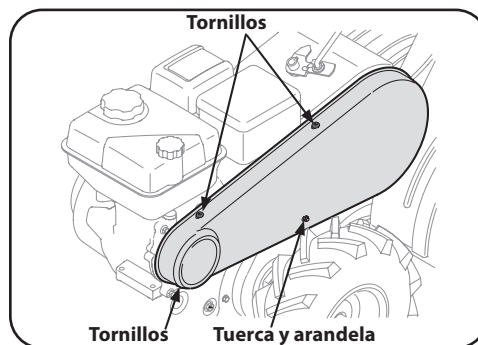

Figura 4-2
2. Saque la cubierta de la correa desde el lado izquierdo de la cultivadora extrayendo los dos tornillos de la parte superior de la cubierta. Vea la Figura 4-2.